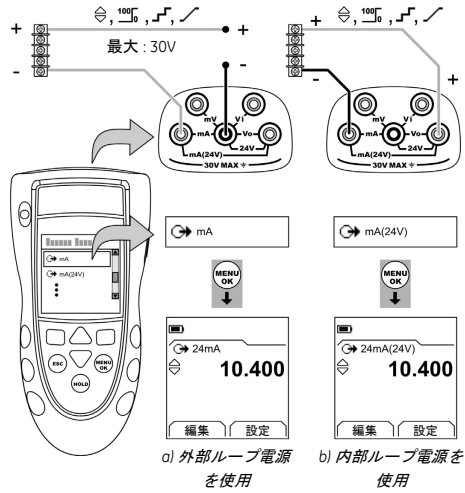

図 3 : 構成例 - mA 供給
1. 本計器を接続し(図 3)、必要に応じてセットアップ(表 1)を行います。